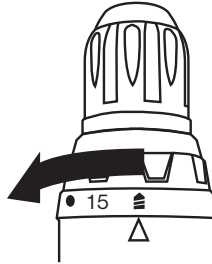

Abb. 9
2. Drehen Sie die Drehmomentvorwahl (3) solange, bis die Pfeilmarkierung auf das Symbol des Bohrers  gerichtet ist (Abb. 9).